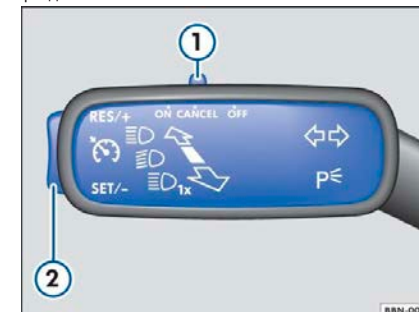

Рисунок 88 Левая сторона рулевой колонки: переключатели и кнопки управления GRA
- Переместите переключатель → рис. 88 1 в положение ON. Крейсерская скорость не сохраняется и скорость не контролируется.